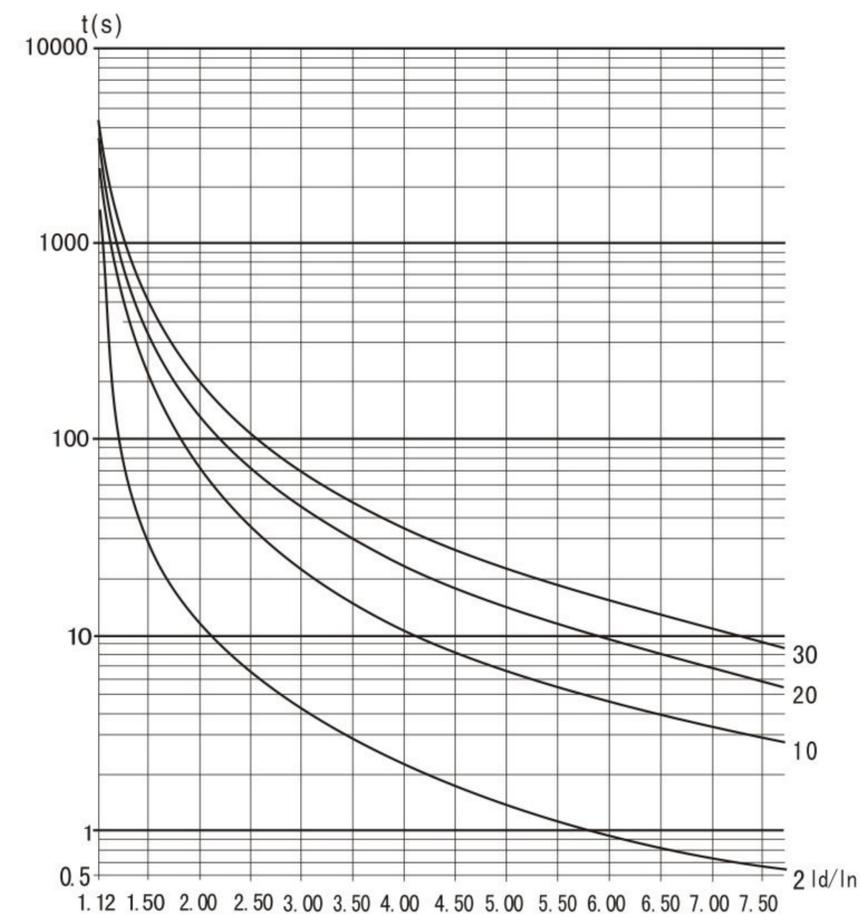

图5-1
- 运行超载保护时间：以代码F6最大工作电流为基准作为反时限热保护，脱扣保护时间曲线(如图5-1)
■ 时间曲线不同。其电动机热保护时间参数见表5-1和图5-1。